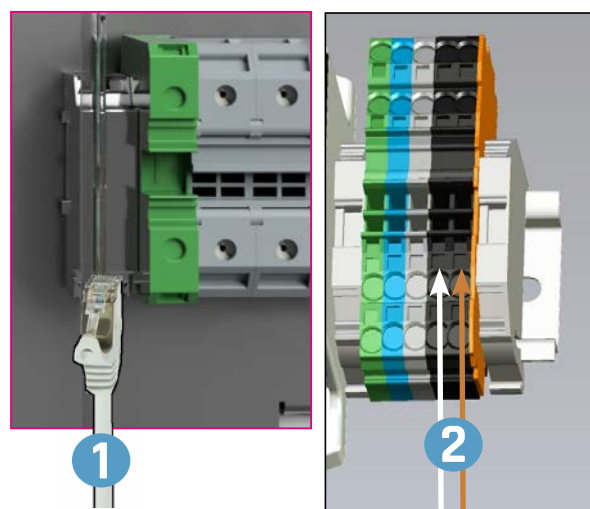

Abb. 43: Anschluss Kommunikation und Safety Line
- Für Anschluss an Klemmen Abb. 43 beachten.